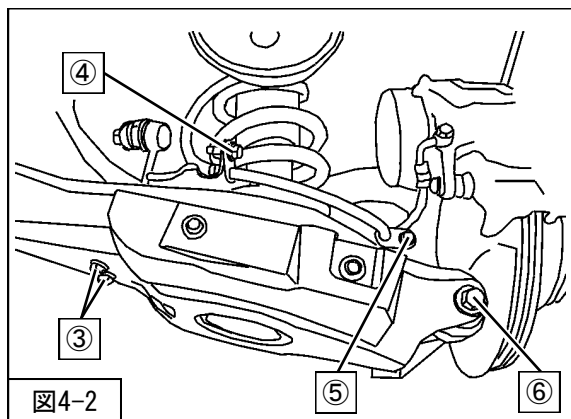

図4-2
2. リアコイルスプリング (同梱品) を取付けてください。(図4-2)
3. ⑥ロアアーム取付ボルトを仮付けしてください。(図4-2)
4. ⑤ブレーキホース取付ボルト (締付トルク : 18.8N・m)
④ブレーキホース取付ボルト (締付トルク : 17.8N・m)
③スタビライザリンクSUB-ASSY取付ナット (締付トルク : 50N・m)
を取付けてください。(図4-2)
- ⑥ロアアーム取付ボルト (締付トルク : 125N・m)
- ②リアショックアブソーバASSYロア取付ボルト (締付トルク : 160N・m)
- ①リアショックアブソーバASSYアッパー取付ボルト (締付トルク : 100N・m)を本締めしてください。(図4-2・4-3・4-5)